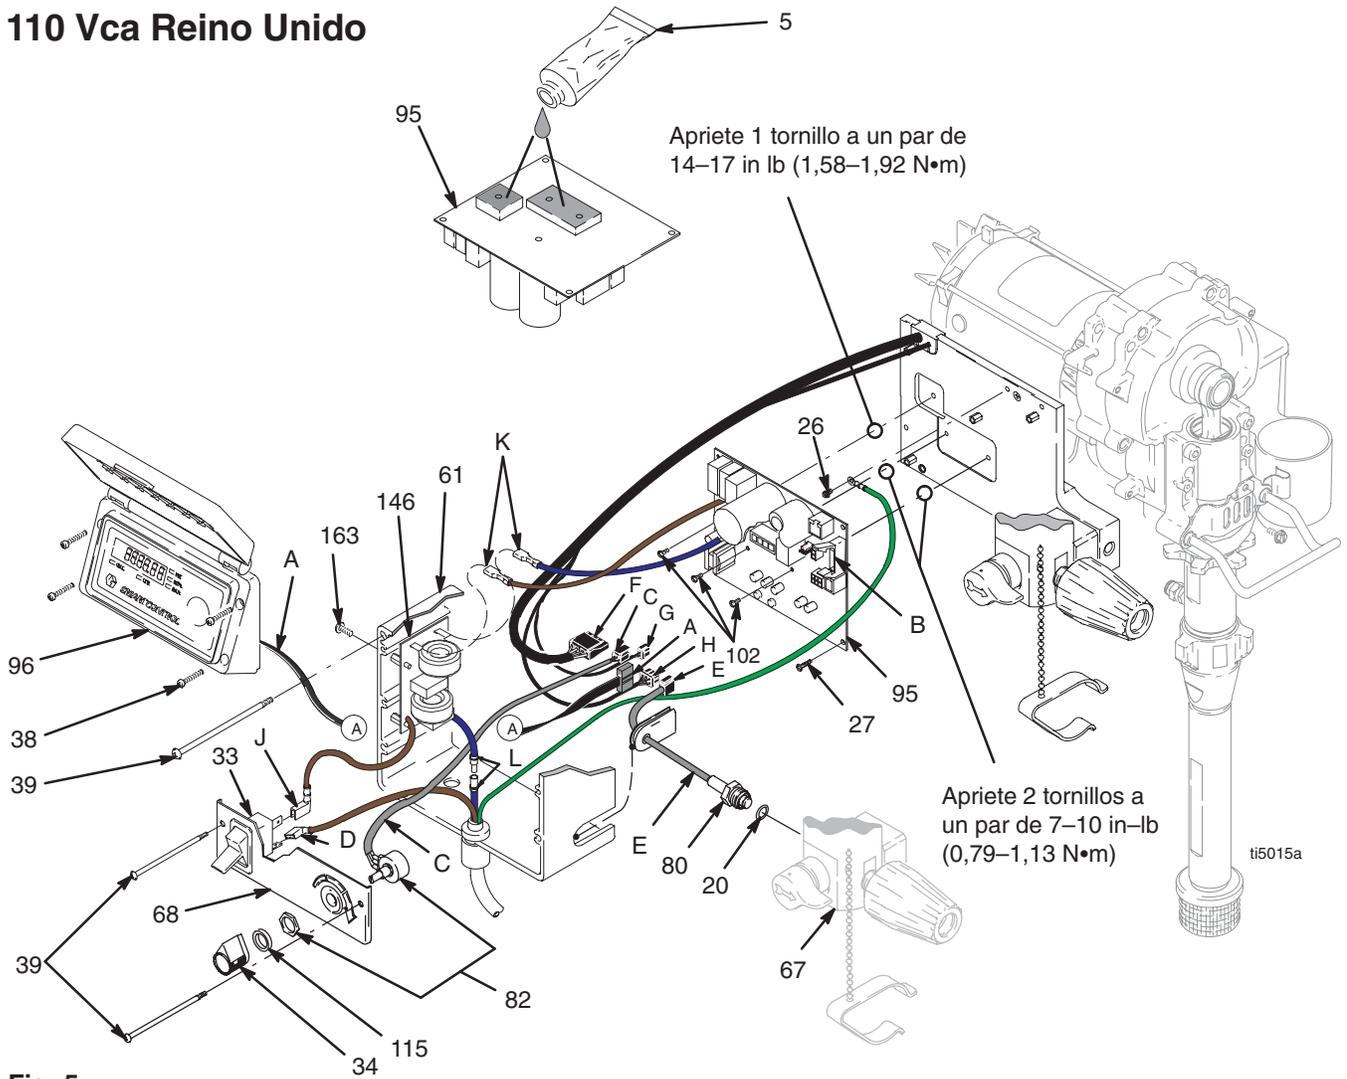

Fig. 5
- Instale la tarjeta de control del motor (95) con los cinco tornillos (27). Apriete a un par de 9–11 in-lb (1,02 – 1,24 N·m). Instale y apriete los tres tornillos (102) a los valores mostrados en la Fig 5.
- Enchufe el conector del transductor (E) a la tarjeta de control del motor.
- Enchufe los conectores de potencia de la tarjeta de control del motor (K) a la tarjeta del filtro (146).
- Instale la caja de control (61) con los dos tornillos superiores (39).
- Enchufe los conectores de potencia de la tarjeta del filtro (J) y los conectores del cable de alimentación (D) en el interruptor de ENCENDIDO/APAGADO (33). motor falle, no apriete excesivamente los tornillos (102) ya que podría dañar los componentes eléctricos.
- Enchufe el conector del potenciómetro (C) a la tarjeta de control del motor.
- Instale el panel de control (68) con los dos tornillos (39).
- Enchufe el conector de la pantalla de visualización (A) a la tarjeta de control del motor (95).
- Instale la cubierta (96) con los cuatro tornillos (38).
- Fig. 5. Retire los cuatro tornillos (38) y la tapa (96).
- Desenchufe el conector de la pantalla (A) de la tarjeta de control del motor (95).
- Retire los dos tornillos inferiores (39). Desenchufe el conector del potenciómetro (C) de la tarjeta de control del motor (95). Desenchufe el conector de la tarjeta del filtro (J) y el conector del cable de alimentación (D) del interruptor de ENCENDIDO/APAGADO (33). Retire el panel de control (68).
- Desenchufe los conectores de potencia de la tarjeta de control del motor (K) de la tarjeta del filtro (146). Desenchufe el conector del filtro (L) del conector del cable de alimentación (L).
- Retire los dos tornillos superiores (39) y la caja de control (61).
- Desenchufe el conector del transductor (E) de la tarjeta de control del motor.
- Retire los cinco tornillos (27), los tres tornillos (102) y la tarjeta de control del motor.
- Fig. 5. Aplique una pequeña cantidad de producto térmico 110009 (5) a las áreas sombreadas de la tarjeta de control del motor (95).
- Enchufe los conectores de potencia de la tarjeta de control del motor (K) en la tarjeta del filtro (146). Enchufe el conector del filtro (L) al conector del cable de alimentación (L).
- Fig. 5. Enchufe el conector de potencia de la tarjeta del filtro (J) y el conector del cable de alimentación (D) en el interruptor de ENCENDIDO/APAGADO (33).
- Retire los cuatro tornillos (163) de la tarjeta del filtro (146).
- Fig. 5. Enchufe los conectores de potencia de la tarjeta del motor (K) en la tarjeta del filtro (146). Enchufe el conector del filtro (L) en el conector del cable de alimentación (L).
- Instale la tarjeta del filtro (146) con los cuatro tornillos (163).
- Enchufe el conector del potenciómetro (C) a la tarjeta de control del motor (95).